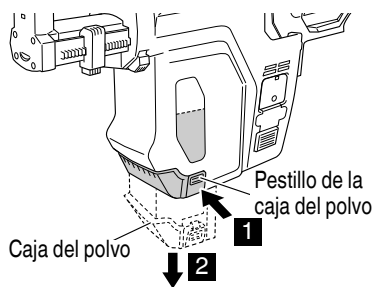

Fig. 13
5. Vaciado del polvo (Fig. 13, 14, 15)
- (1) Presione y mantenga presionado los pestillos de la caja del polvo y tire de la caja del polvo hasta extraerla del sistema extractor de polvo mientras mantiene el sistema extractor de polvo nivelado y vertical. Deseche el polvo del interior. (Fig. 13, 14)